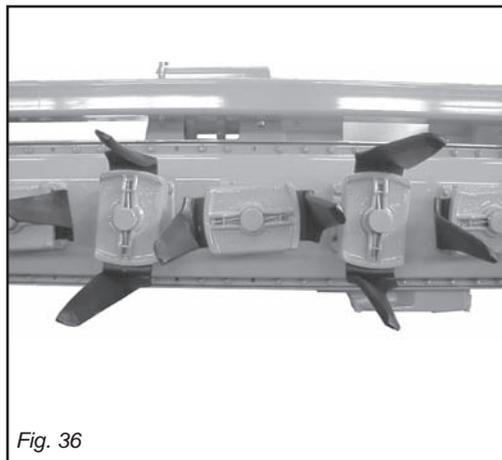

Fig. 36
La figure 36 montre la position exacte du coupant des couteaux.
In Abb. 36 ist die richtige Position der Messerschneide zu erkennen.
*Figure 36 shows the correct position of the tine cutting edge.*